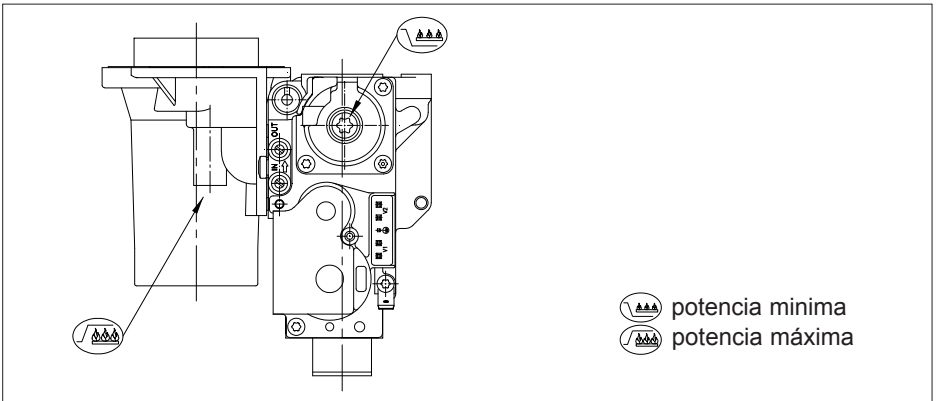

Fig. 26 Puntos de reglaje
Antes de la primera puesta en servicio con el fin de poder efectuar el primer arranque es necesario de regular el grupo de gas combinado actuando sobre el tornillo de la potencia total, ver fig. 26. Girar el tornillo tres vueltas a la derecha (Quinta 45) y 4 vueltas a la derecha (Quinta 65).
- Poner la caldera a plena potencia, pulsando simultáneamente las teclas '⬆' y [+], después modificar la regulación con el tornillo de potencia máxima (fig. 26). Controlar la llama por el visor, ésta debe ser estable, su coloración debe ser azul con partículas naranjas sobre todo el quemador.
- Poner la caldera en potencia mínima pulsando simultáneamente las teclas '⬆' y [-], después modificar la regulación con el tornillo de potencia mínima (fig. 26). Controlar la llama por el visor, ésta debe de ser estable. La superficie del quemador debe ser de color naranja.